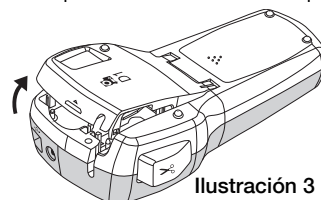

Ilustración 3
- 1 Levante la tapa del cartucho de etiquetas para abrir el compartimento de las etiquetas. Vea la Ilustración 3.